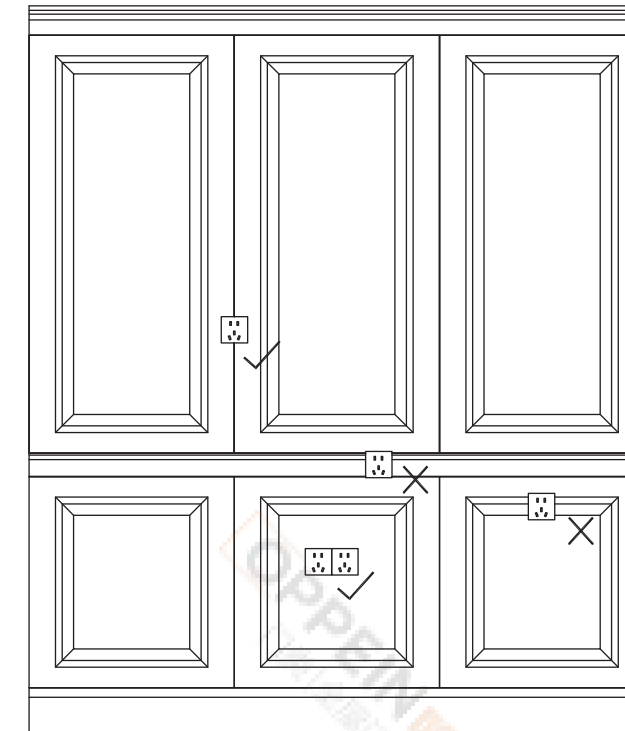

图3-7
(3) 避让原则。护墙板方案设计中，需充分考虑强弱电箱位置、管道位置、空调风口位置、暖气位置、吊顶位置及造型、消防柱、开关点位、壁灯等可能影响定制的障碍物的位置及尺寸，并考虑是否满足安装条件及顺序，根据实际情况修改方案或要求甲方调整障碍物位置。以开关面板举例(图3-7)：